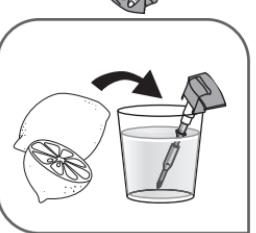

Fig.19
- Hagya a rudit ázni 4 órán keresztül egy pohár fehér cetiben vagy természetes citromlében – fig.19.